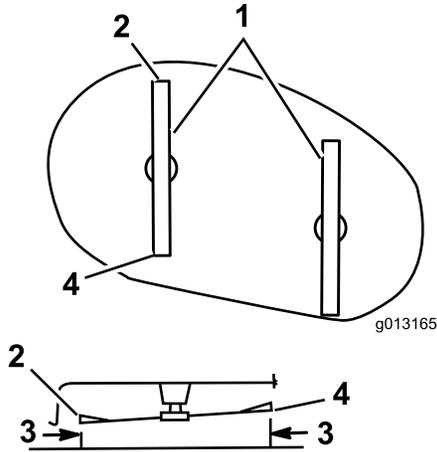

Figura 48
Gire cuidadosamente las cuchillas colocándolas paralelamente al sentido de avance de la máquina (Figura 48).
7. Mida la distancia entre la punta delantera de la cuchilla de la izquierda y la superficie plana (Figura 48)